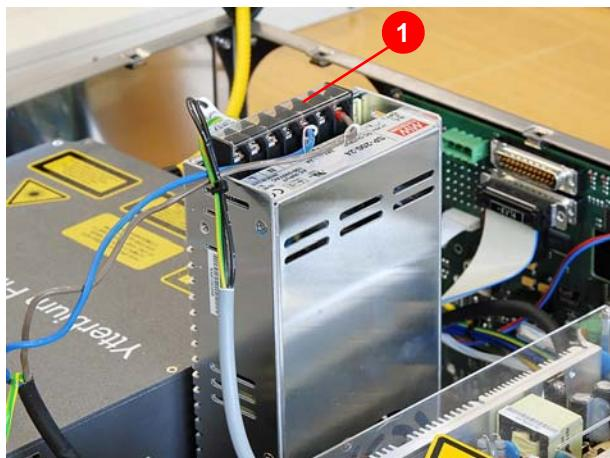

Abbildung 8.50 Berührungsschutz
38. Berührungsschutz (1) (Abbildung 8.50) über den Anschlußklemmen des Netzteils -G1 montieren.